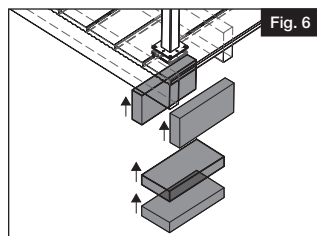

Fig. 6
- b. Sous chaque emplacement de poteau, placer au moins deux cales de 2 po x 8 po (50 mm x 203 mm) fixés à l'aide d'au moins trois vis no 10 x 3½ po/88,9 mm (vendues séparément) pénétrant à travers les solives au moins 1½ po (38,1 mm) dans les cales (Fig. 6 et 7).